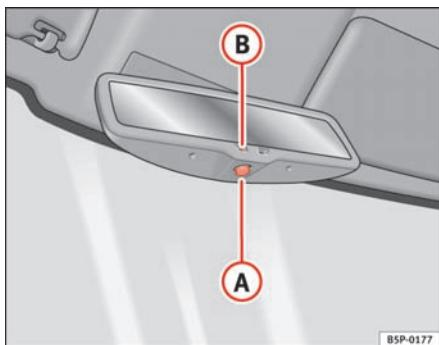

Fig. 66 Retrovisor interior con ajuste automático para posición antideslumbrante.
- Pulse la tecla A ⇒ fig. 66. El testigo de control B se apaga.
- Pulse la tecla A ⇒ fig. 66. El testigo de control se enciende.